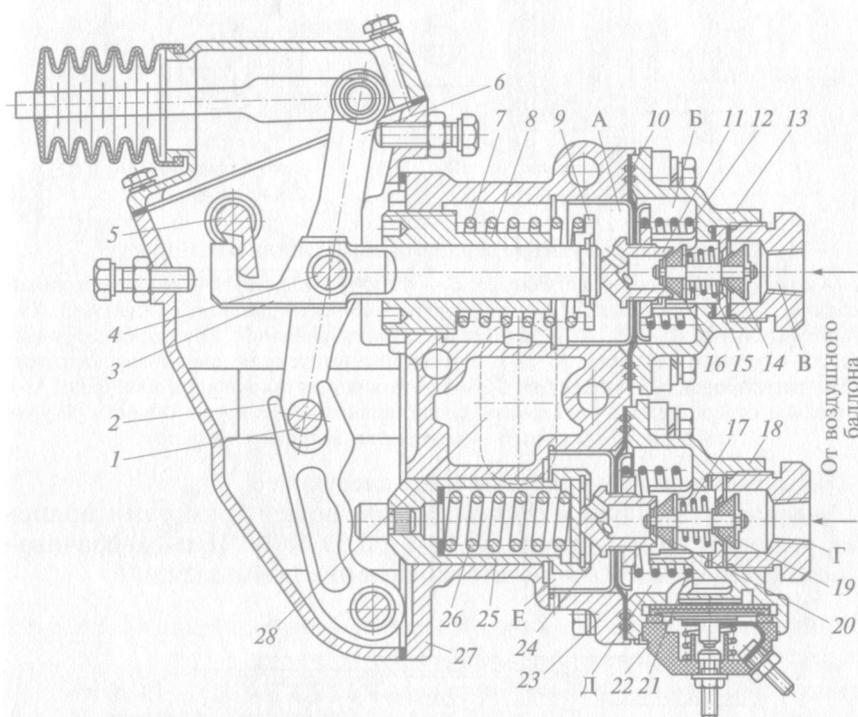

Рис. 5.9. Комбинированный тормозной кран автомобиля ЗИЛ-130:
24. Изучить устройство комбинированного (двухсекционного) тормозного крана автомобиля ЗИЛ-130 (см. рис. 5.9), определить места регулировки тормозного крана, рассмотреть взаимодействие деталей на разрезе агрегата.